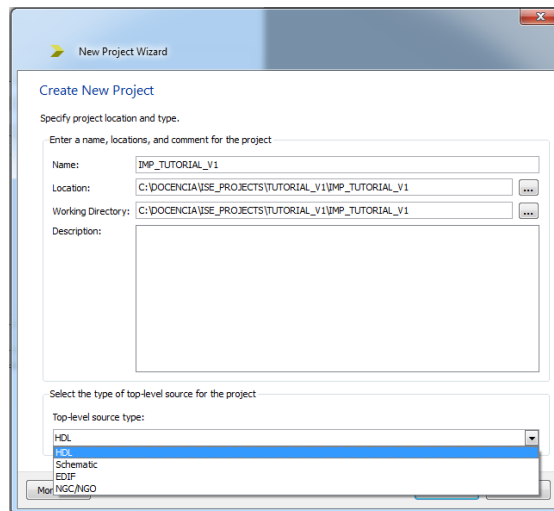

Figura 21.- Asistente para la creación de un nuevo proyecto.
- En la ventana principal del *Project Navigator* se selecciona **File** y luego **New Project** apareciendo la ventana de ayuda para la creación de proyectos (Figura 21). En esta ventana se debe seleccionar el tipo de proyecto (HDL o esquemático), el nombre del mismo, su localización y el directorio de trabajo. Para pasar a la siguiente ventana se pulsa **Next**.